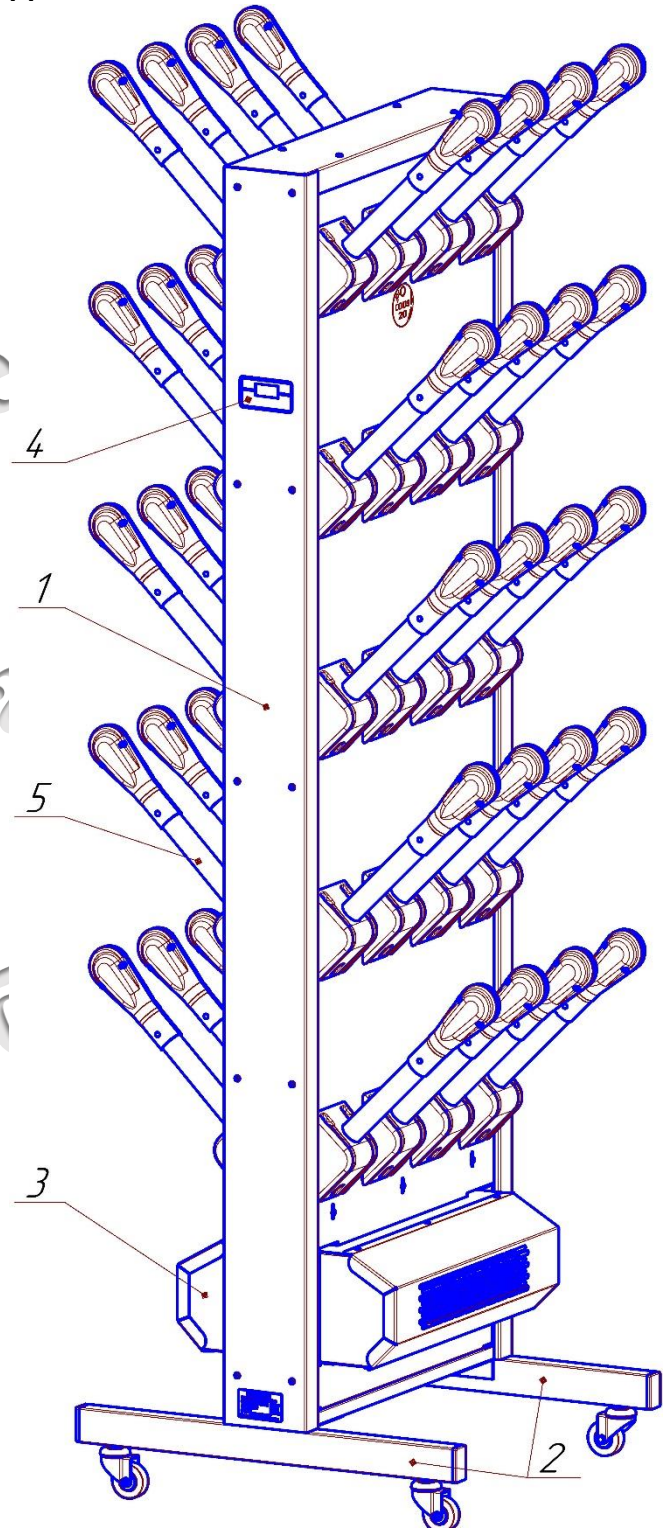

Рис. 1 Модуль сушильный для обуви Союз-20, (Союз-20Н)
3.1. Модуль сушильный (рис.1) состоит из металлического корпуса (поз.1) и двух подставок (поз.2).